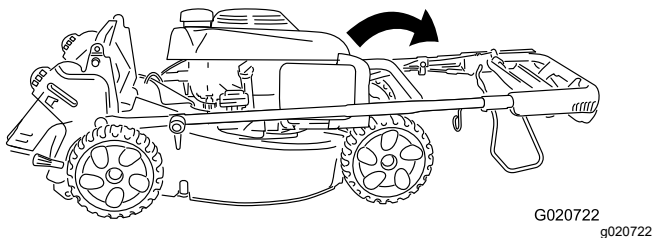

Figura 22
2. Ruotate l'intera stegola in avanti (Figura 22).